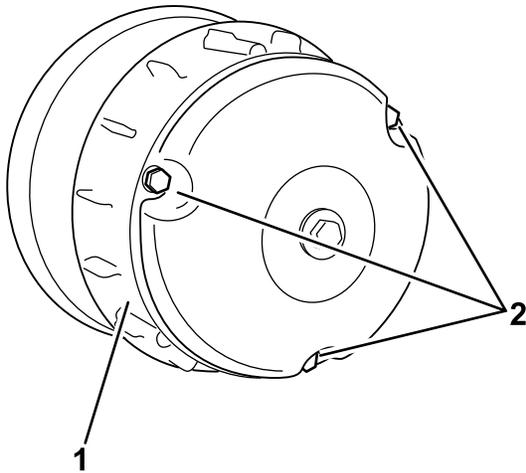

図 50
1. クラッチカバーのボルト3本を外してカバーを取る (図 50)。
3. クラッチカバーを元通りに取り付けて、ボルト3本 図 50 さきほど 1 で外したもので固定する。